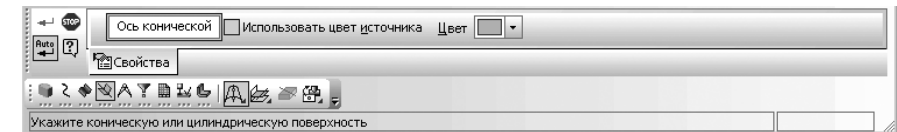

Рис. 8.167. Панель свойств: Ось конической поверхности, Компактная панель и строка сообщений
- щелкните в всплывающем меню по пункту  – **Конической поверхности** и отпустите кнопку мыши. Появится **Панель свойств: Ось конической поверхности**, показанная на рис. 8.167. В строке сообщений появится подсказка: **Укажите коническую или цилиндрическую поверхность**.